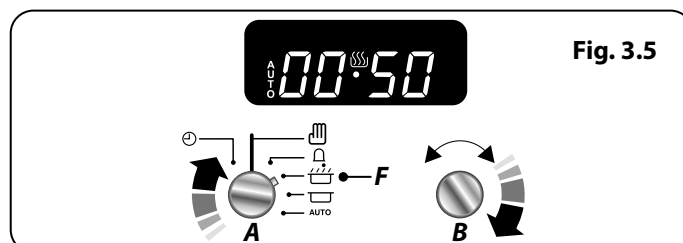

Fig. 3.5
1. Tournez le bouton de la minuterie (A) sur le réglage du temps de cuisson (F). Tournez le bouton de réglage (B) dans le sens horaire afin de définir la durée du temps de cuisson requis (Fig. 3.5).